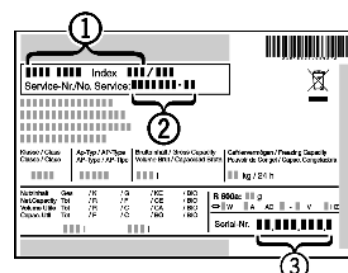

Fig. 13
- ▶ Aflæs apparatets betegnelse *Fig. 13 (1)*, service-nr. *Fig. 13 (2)* og serie-nr. *Fig. 13 (3)* fra typeskiltet. Typeskiltet er anbragt på apparatets venstre inderside.
- ▶ Underret vores kundeservice og meddel fejlen, apparatets betegnelse *Fig. 13 (1)*, service-nr. *Fig. 13 (2)* og serie-nr. *Fig. 13 (3)*.